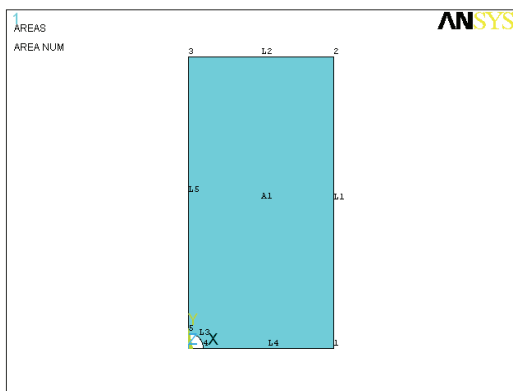

图 7-6 面相减后的结果显示
4) 选择 Main Menu | Preprocessor | Modeling | Operate | Booleans | Subtract | Areas 命令, 出现 Subtract Areas 拾取菜单, 在输入栏中输入 1, 单击 OK 按钮, 在输入栏中输入 2, 单击 OK 按钮关闭该菜单, 图 7-6 是面相减后的结果。